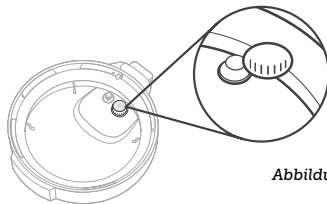

Abbildung 10.2
- a. Entfernen Sie den Anti-Blockier-Schutz, indem Sie ihn von beiden Seiten anfassen und nach oben ziehen. **[Abbildung 10.2]** Spülen